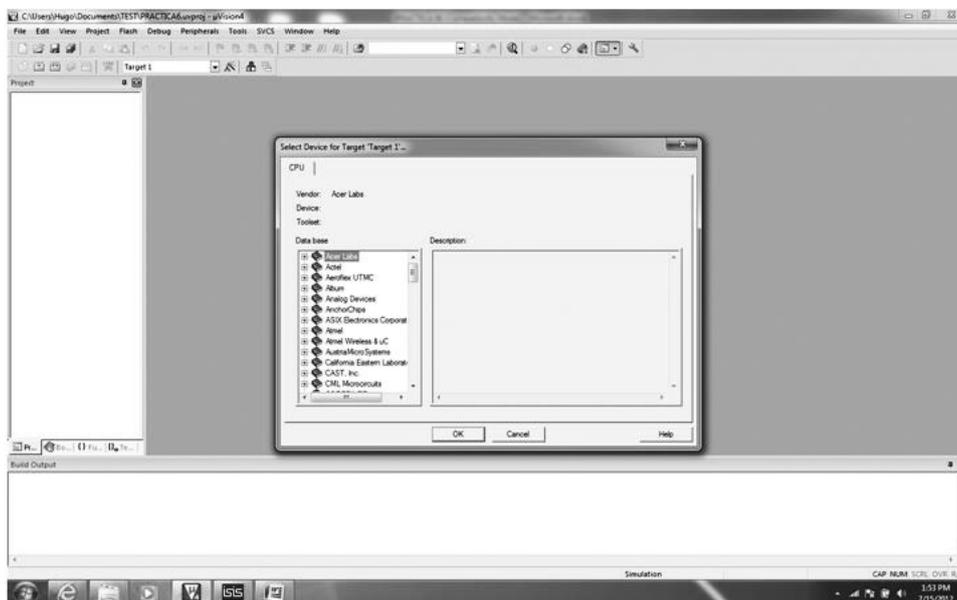

Figura 16.14: Selección del Microcontrolador. Paso 6
6. Aparecerá la ventana para seleccionar el microcontrolador. Seleccione Atmel. Figura 16.14.